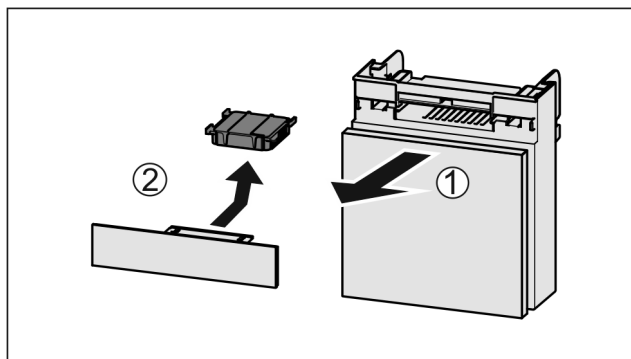

Fig. 128
- Vytiahnite zásuvku smerom dopredu Fig. 128 (1).
- Vyberte aktívny uhlíkový filter Fig. 128 (2).